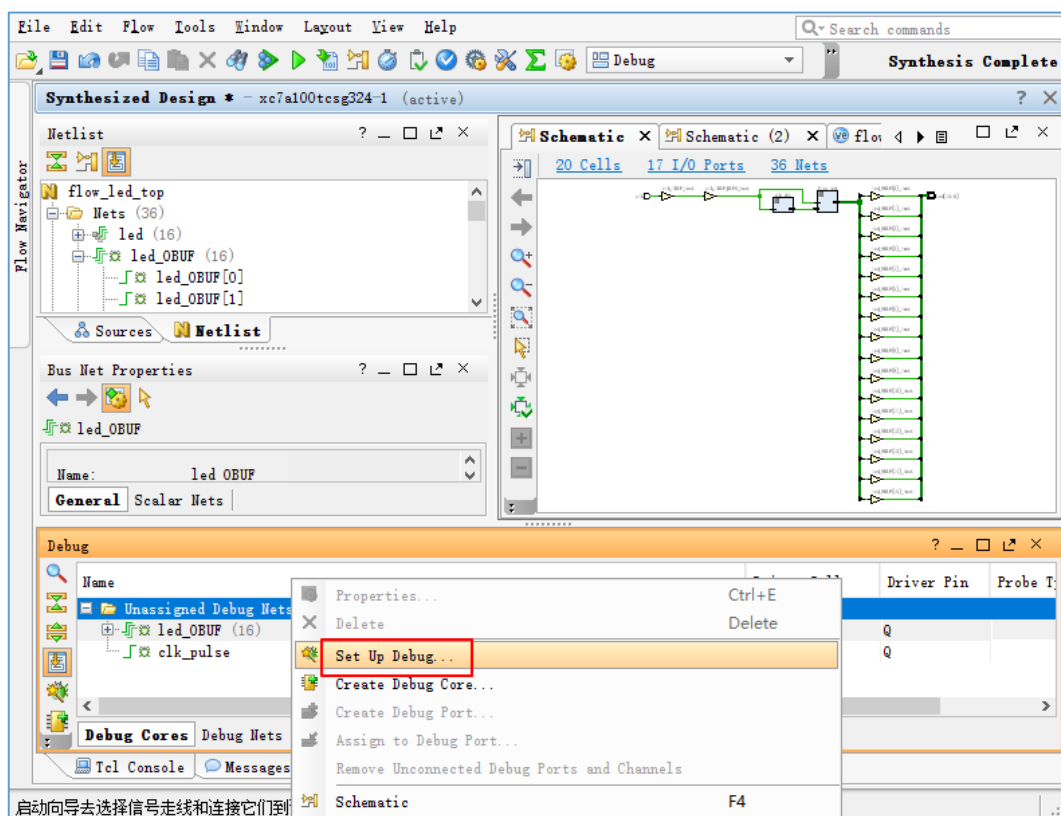

图 4.131 Set Up Debug 选项
1. 如图 4.131 所示, 在“Debug”窗口中(可通过在菜单栏中点击“Layout”->“Debug”打开), 单击选中“Unassigned Debug Nets”, 然后右击选择“Set Up Debug”。